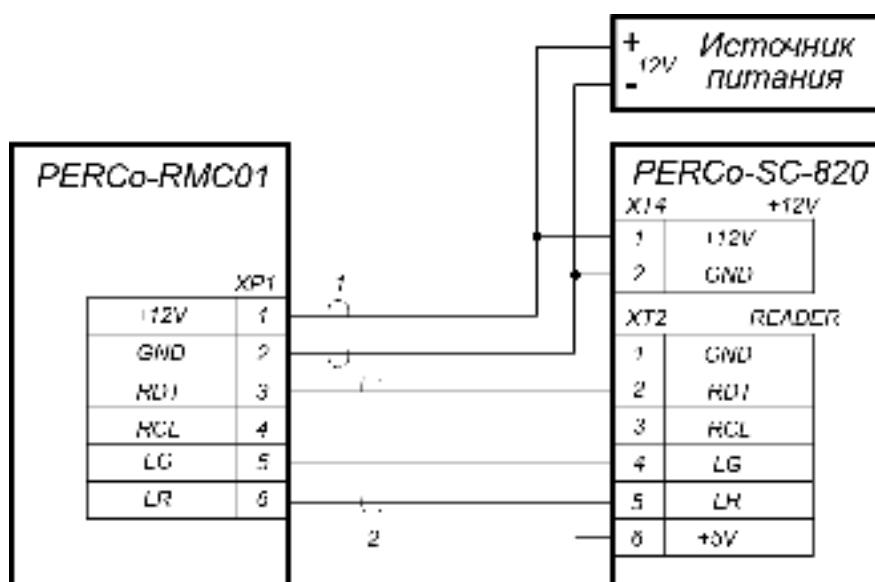

Рисунок 3. Схема подключения считывателя к контроллеру PERCo-SC-820¹
- Произведите разметку и разделку отверстий на установочной поверхности для крепления считывателя и проводки кабеля к нему. Схема разметки приведена на рис. 3.
- Открутите ключом из комплекта поставки четыре винта (5), крепящие крышку считывателя (2). Осторожно потянув вверх, снимите крышку считывателя.